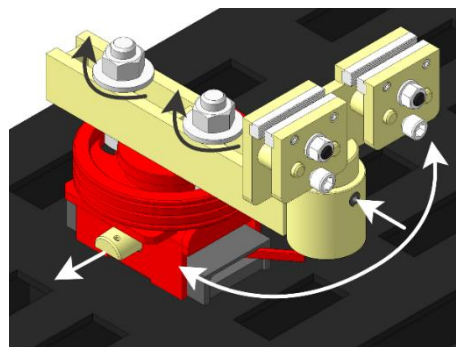

Рисунок 61
- Закрепите все элементы ОПС, начиная с затягивания гаек фиксации рычага ОПС (каждый с крутящим моментом до 200 Нм), установочных винтов фиксации зажима в гильзе рычага ОПС и клина СФА (рисунок 61).